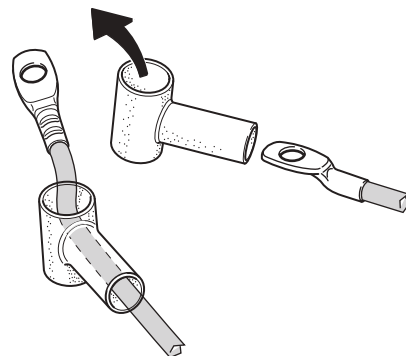

Fig. 45
- ▶ Far passare i collegamenti dei cavi attraverso cappucci di protezione in gomma (Fig. 45).